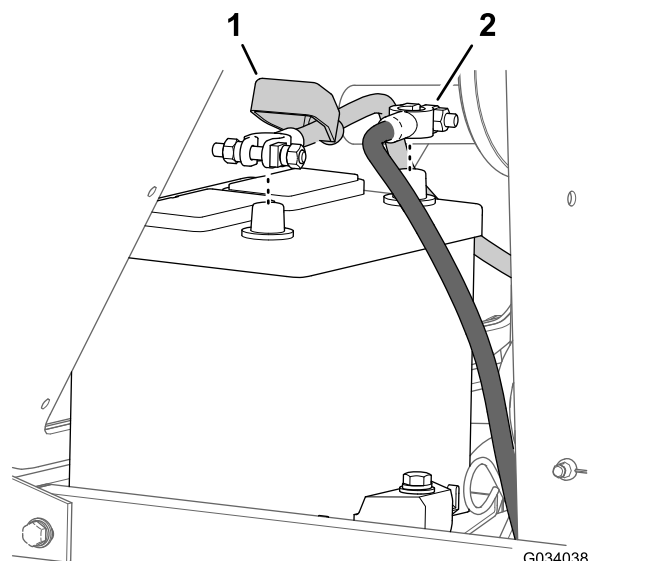

Figura 51
2. Scollegate il cavo negativo (-) dal polo della batteria (Figura 51).
3. Fate scorrere il coperchio di isolamento via dalla fascetta per cavi della batteria (Figura 51).
4. Scollegate il cavo positivo (+) dal polo della batteria (Figura 51).
7. Collegate i cavi, il cavo positivo (+) al polo positivo della batteria (Figura 51).
8. Collegate il cavo negativo (-) al polo negativo della batteria (Figura 51).